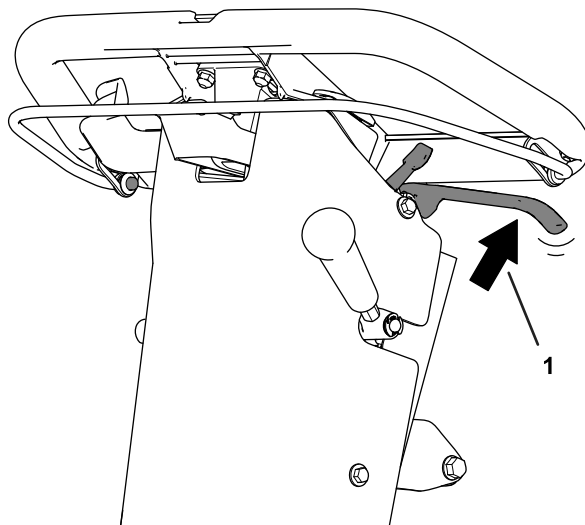

Figure 24
2. À l'aide d'un dynamomètre, appuyez vers l'arrière sur le levier du frein de service (Figure 24).